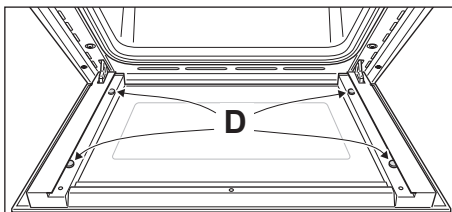

Fig. 6.16a
**IMPORTANTE:** È consigliabile, durante la rimozione del vetro, tenere premuti in posizione i 4 distanziatori "D", mediante un dito, al fine di evitare la rottura o lo sfilamento dei distanziatori stessi (fig. 6.16a).
- Verificare che i 4 distanziatori "D" siano nella loro posizione (fig. 6.16a). **IMPORTANTE:** È consigliabile, durante l'inserimento del vetro, tenere premuti in posizione i 4 distanziatori "D", mediante un dito, al fine di evitare la rottura o lo sfilamento dei distanziatori stessi (fig. 6.16a).